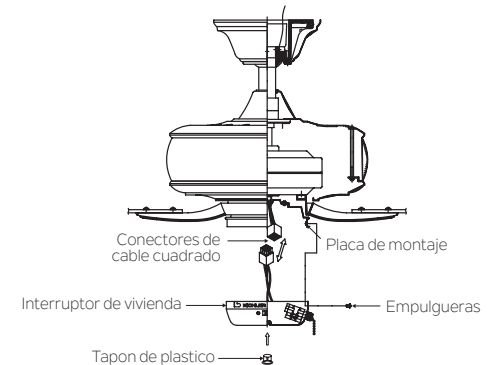

Fig. 19
Paso 1. Levante la caja del interruptor cerca del ventilador de techo y conecte los conectores de cable cuadrado de la caja del interruptor y el ventilador. Instale la carcasa del interruptor en la placa de montaje con los tornillos provistos. (Fig. 19)
Paso 2. Conecte el tapón de plástico a la carcasa del interruptor. (Fig. 19)